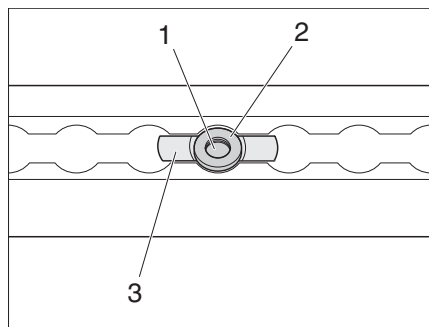

Figura 26 Desmontar el bloque deslizante
- Aflojar el tornillo (Figura 26,1) del bloque deslizante con una llave de vaso.
- Mover bloque deslizante (Figura 26,3) en el retículo hasta que el disco controlador rojo (Figura 26,2) pueda ser extraído.
- Retirar bloque deslizante (Figura 26,3).